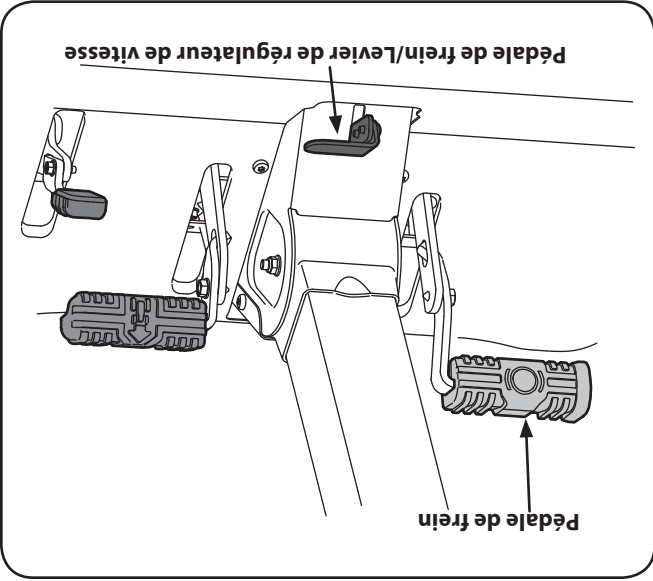

Figure 5-1
- 2. Pour vous déplacer en MARCHE AVANT, appuyez lentement sur la pédale d'accélérateur jusqu'à l'obtention de la vitesse désirée. Voir la Figure 5-1.
2. Serrez le frein de stationnement en appuyant sur la pédale de frein , puis abaissez la manette de frein/régulateur de vitesse et relâchez la pédale de frein . Voir la Figure 5-1.
3. Placez la bouton de la prise de force (embrayage de la lame) à la position OFF (non enclenchée). Voir la Figure 5-1.
4. Déplacez la bouton du volet de départ à la position « FULL CHOKE ». Voir la Figure 5-1.